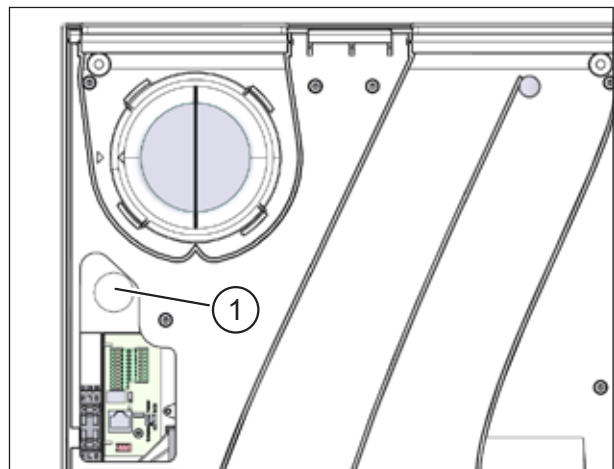

Abb. 36: Netz- und ggf. Steuerkabel einfädeln
- ▶ Fädeln Sie das Netzkabel in die Öffnung (Pos. 1 in Abb. 36) am Lüftungsgerät ein und ziehen Sie es durch die Öffnung.
- ▶ Fädeln Sie ggf. das Steuerkabel in die Öffnung (Pos. 1 in Abb. 36) am Lüftungsgerät ein und ziehen Sie es durch die Öffnung.
- ▶ Fädeln Sie ggf. die Steuerkabel für die Option M-WRG-II O/EGG-AUS in die Öffnung (Pos. 1 in Abb. 36) am Lüftungsgerät ein und ziehen Sie diese durch die Öffnung.